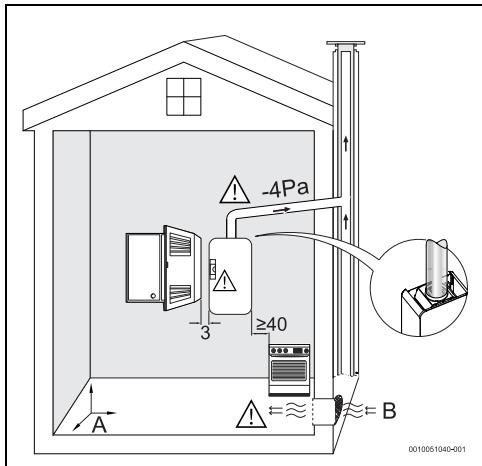

Bild 10 Mindestanforderungen
- ▶ Die in Bild 10 angegebenen Mindestabstände einhalten.
- ▶ Stellen Sie das Gerät nicht in Räumen auf, deren Volumen geringer ist als in der Abb. 10 angegeben (Das Volumen der Möbel muss nur dann berücksichtigt werden, wenn es 2m³ überschreitet).
- ▶ Freien Zugang für Wartungsarbeiten sicherstellen und hierfür die in Abbildung 10 angegebenen Mindestanforderungen einhalten.